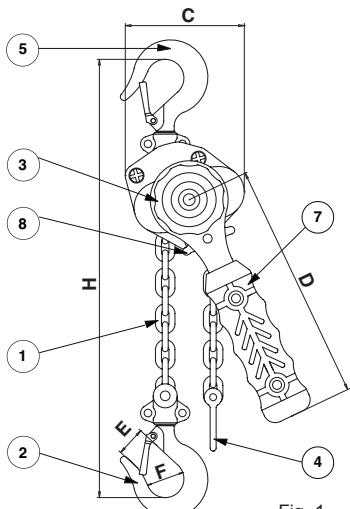
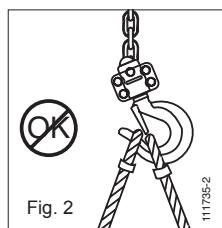

Fig. 1
Fig. 2
Il paranco Bravo™ AC è fornito dotato di una catena di sollevamento (contr. 1, fig. 1) di altezza standard di alzata di 1,50 m. La catena di sollevamento è costituita da un solo filo con alla sua estremità un gancio di sollevamento (contr. 2, fig. 1).
L'estremità libera della catena è dotata di un arresto di fine di corsa basso (contr. 4, fig. 1).
1. Verificare che il paranco Bravo™ AC sia correttamente sospeso al gancio relativo di sospensione (contr. 5, fig. 1) e che la linguetta di sicurezza del gancio (contr. 6, fig. 1) sia correttamente chiusa (vedere figure 2 e 3).
1. che l'accessorio di aggancio del carico porti a fondo il gancio e non impedisca la chiusura della linguetta di sicurezza (vedere fig. 2 e 3).